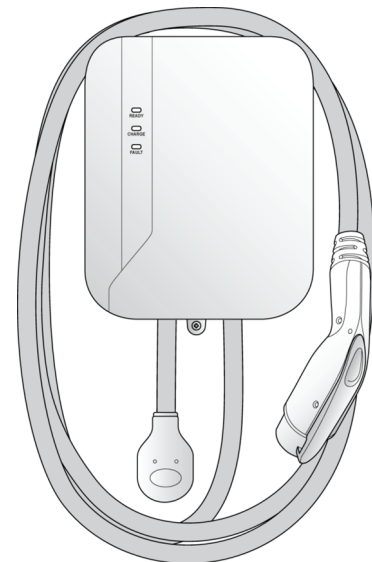

Figure 4-8.
12. Voir Figure 4-8. Placez le câble de la station de charge de manière appropriée.